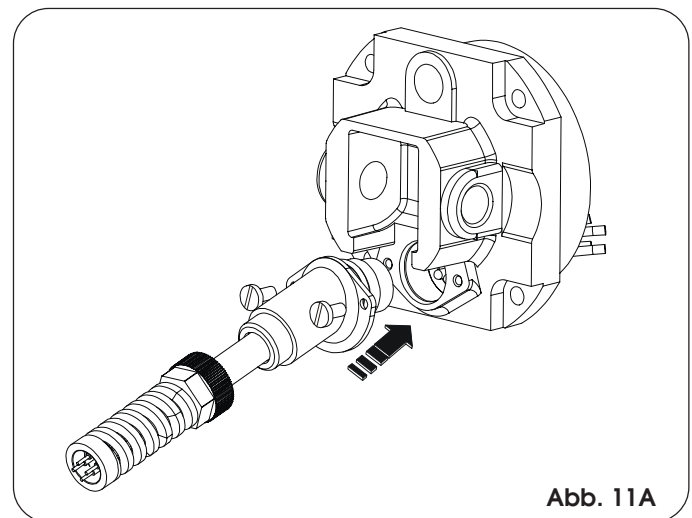

Abb. 11A
- Das Versorgungskabel des Antriebs anschließen (Abb. 11A).
- Die Schrauben anschrauben (Abb. 11A).